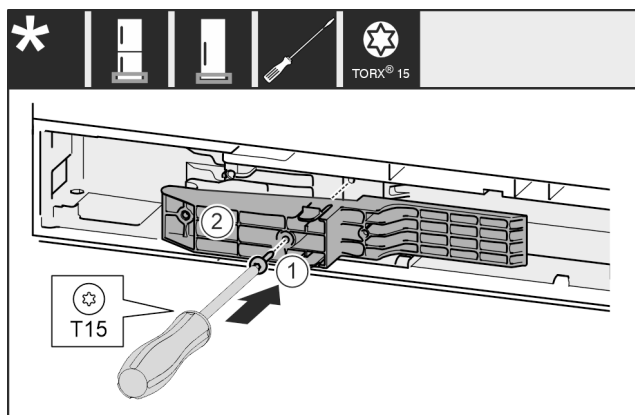

Fig. 48 *
- ▶ Adapterstück Fig. 48 (1) auf der Griffseite in die Aussparung einsetzen.*
- ▶ Schraube Fig. 48 (2) mit Schraubendreher festschrauben.*